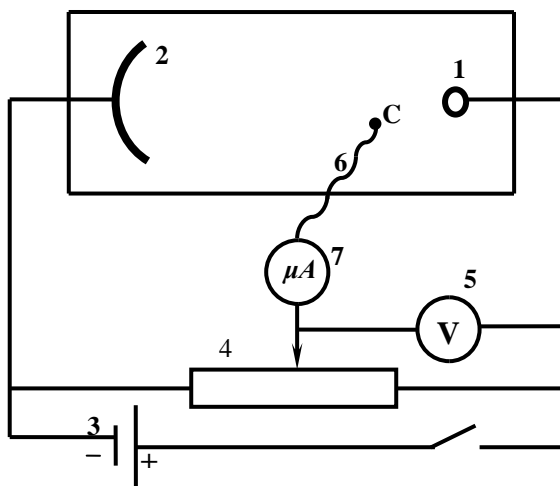

Рисунок 1.2
**Целью настоящей работы является экспериментальное исследование электростатического поля с помощью метода электролитической ванны.** В ванне, наполненной песком с раствором поваренной соли (однородный раствор), помещены электроды, между которыми поддерживается постоянная разность потенциалов (рис.1.2).
На рис.1.2 представлена электролитическая ванна с измерительной схемой, позволяющей измерять разность потенциалов между электродом 1 и любой точкой в поле электролитической ванны.
Таким образом, схема, представленная на рис.1.2, позволяет построить эквипотенциальные линии поля для электродов различной формы и геометрии их расположения.
2. Соберите измерительную схему согласно рис.1.2.